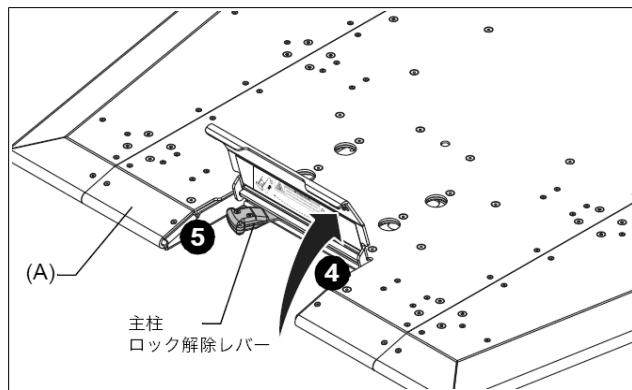

図 3
- 4.ベース（A）を床に置いて（このとき、天面を上にして）、ベース（A）の中央後部にあるカバーを引き上げてください。（図3を参照してください）
PSBU 図3
位置決めが決まったら、【PSBU 図3】のようにディスプレイと縦ブラケットを付属のネジで固定します。ディスプレイの背面形状や取り付けネジ穴の深さはさまざまですので、付属のワッシャーやスペーサーを組み合わせ、緩まないようにしっかりと固定してください。